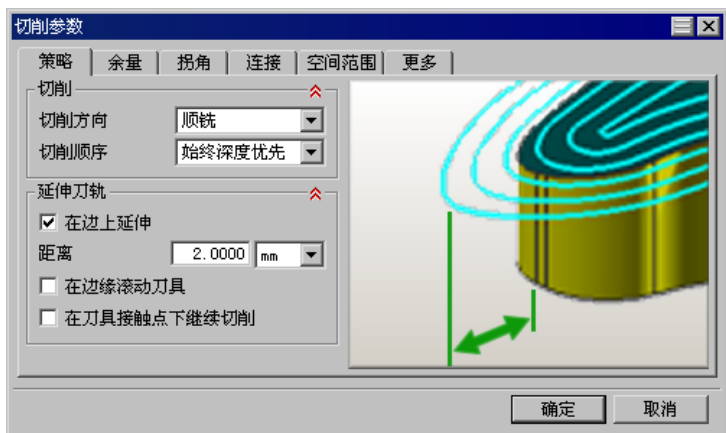

图 21.48 “策略”选项卡
Step2. 在“切削参数”对话框中单击**策略**选项卡,设置图 21.48 所示的参数。